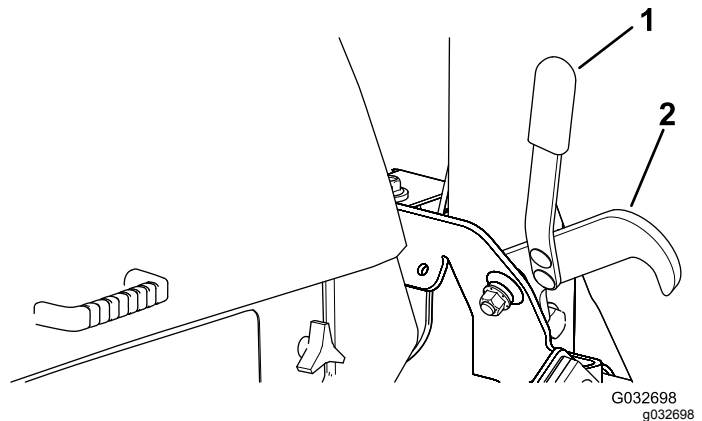

Bild 46
2. Haken Sie die Riegel, mit denen die Mähwerke in der angehobenen Stellung gehalten werden, mit dem Griff aus (Bild 46).